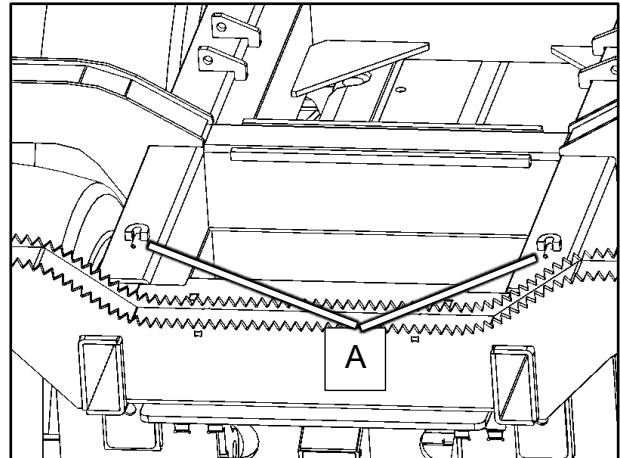

Abbildung 144 Ausziehbarer Rungenkorb
2. Mit dem Greifer in das letzte Rungenpaar greifen und nach hinten ziehen. Sobald der Rungenkorb etwas nach hinten ausgezogen wurde, können die Bolzen wie in Abbildung 144 eingesetzt werden. Wenn nun der Rungenkorb weiter ausgezogen wird, fallen die Bolzen von selbst in die Bohrungen und Arretieren den Rungenkorb.